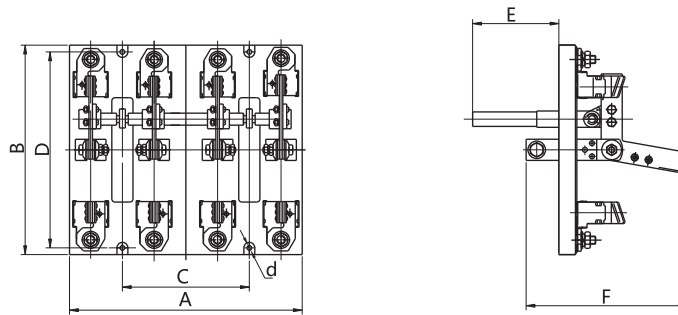

图4 HS13/4外形及安装图
6.4 HS13/4系列外形尺寸及安装尺寸见表5，相关图样见图4